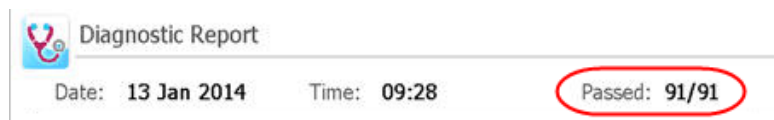

Abbildung 17 Banner für Diagnoseberichte, mit rot eingekreisten Testergebnissen
- 9 Prüfen Sie den Diagnosebericht. Im Banner oben im Bericht wird angezeigt, wie viele der durchgeführten Tests erfolgreich waren (siehe Abbildung 17).